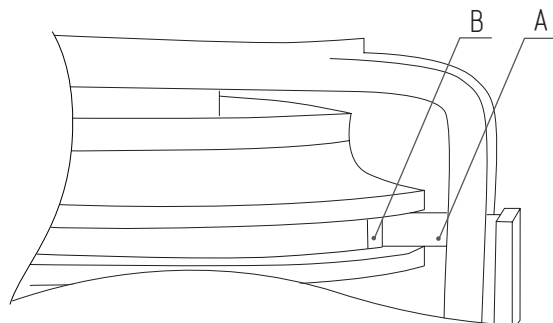

Рис. 6
2. Вилку корпуса подшипника **A** заведите в паз фланца **B** (Рис. 6).